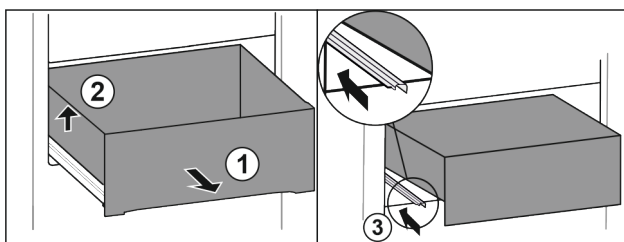

Fig. 90
- ▶ Træk skuffen ud indtil anslag. Fig. 90 (1)
- ▶ Løft skuffen i venstre side. Fig. 90 (2)
- ▶ Skub den venstre skinne ind. Fig. 90 (3)